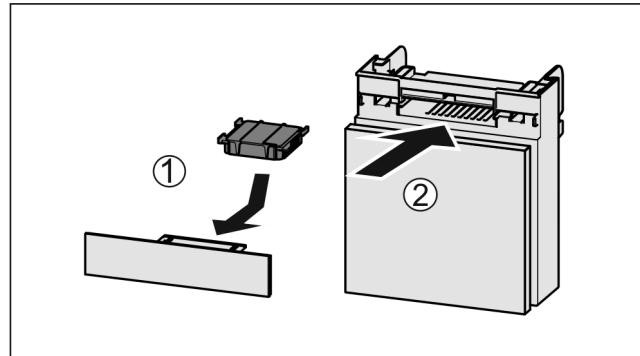

Fig. 156
- ▶ Introduceți Fig. 156 (1) filtrul de cărbune activ după cum se vede în figură.
- ▶ Împingeți Fig. 156 (2) compartimentul în interior.